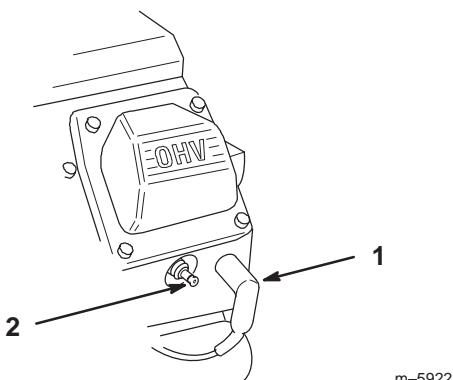

Bild 39
3. Ziehen Sie die Kabel von den Zündkerzen (Bild 39).
3. Stecken Sie die Zündkerzenstecker wieder auf die Zündkerzen auf (Bild 39).